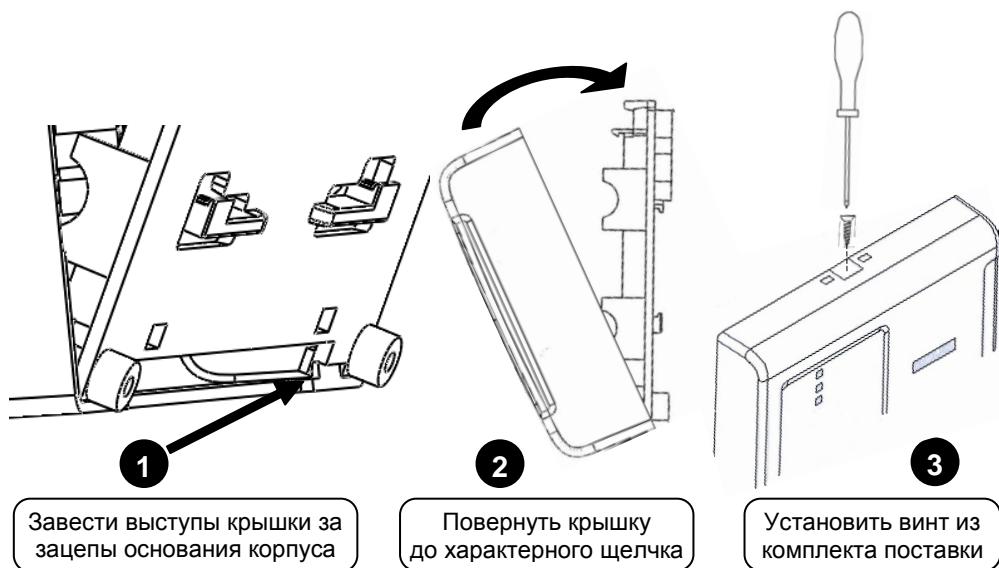

Рисунок 8. Установка крышки контроллера
4.4.7 Закройте крышку контроллера в порядке, указанном на рис. 8.